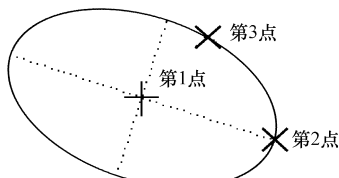

图 3-25 草绘中心和轴椭圆
【例 3-10】 草绘中心和轴椭圆，如图 3-25 所示。
- (1) 在【圆】工具箱中单击【中心和轴椭圆】按钮，使其处于按下状态。
- (2) 在图形区单击，拾取第 1 点作为椭圆圆心，如图 3-25 所示。
- (3) 在图形区单击，拾取第 2 点作为椭圆轴的一个端点，如图 3-25 所示。
- (4) 在图形区单击，拾取第 3 点作为椭圆上的点，如图 3-25 所示。
- (5) 若继续草绘椭圆，执行步骤 (2)~步骤 (3)，否则执行步骤 (6)。
- (6) 单击鼠标中键，结束草绘中心和轴椭圆操作，回到选择状态。此时，【草绘器工具】工具栏中的【选择】按钮应处于按下状态。